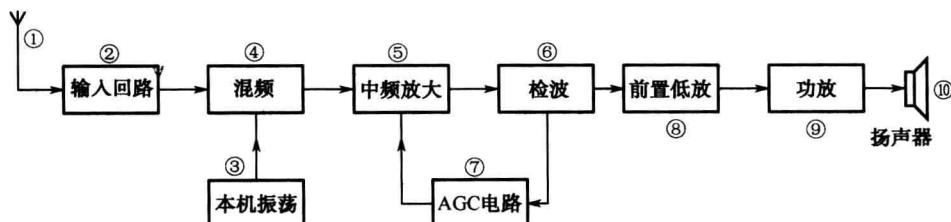

图 1-1-3 超外差式调幅收音机电路方框图
(1) 超外差式调幅收音机电路方框图如图 1-1-3 所示。